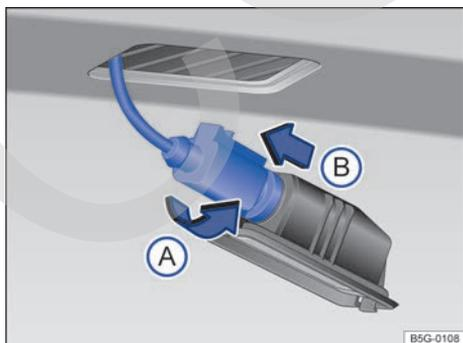

Fig. 181 Luz de matrícula: desmontaje del portalámparas.
4. Gire el portalámparas en el sentido de la flecha → fig. 181 **A** y extráigalo junto con la lámpara en el sentido de la flecha **B**.